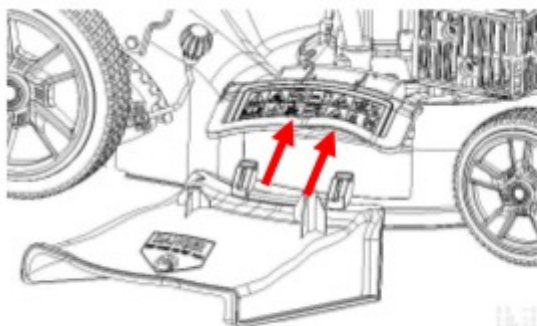

Figura 1
4. Funcția de evacuare laterală: instalați capacul de la orificiul de evacuare lateral (Figura 1).